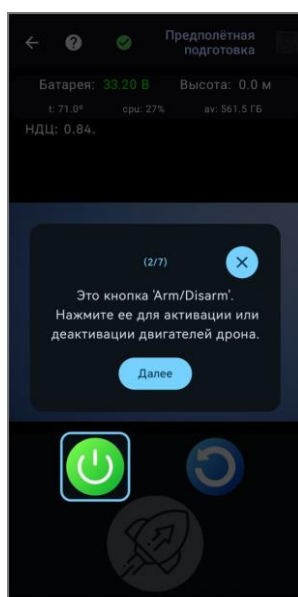

Рисунок 32
3.2.2.5 Для ознакомления с элементами рабочего экрана предусмотрен **режим обучения**, реализованный в формате всплывающих подсказок (рисунок 32).